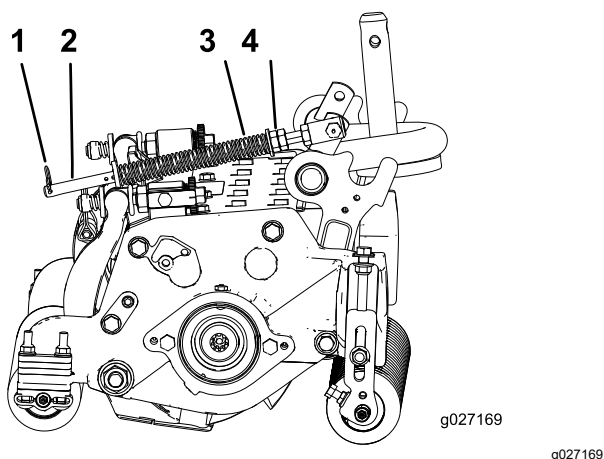

Figura 14
1. Verificate che la coppiglia sia montata nel foro posteriore dell'asta della molla (Figura 14).
compressa della molla non è di 15,9 cm (Figura 14).